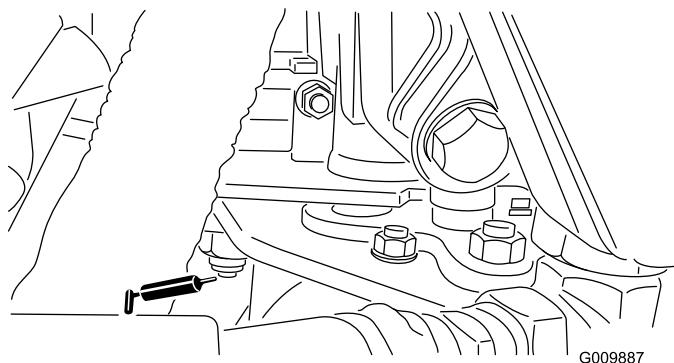

Figure 42
- Pivot de pédale de déplacement (1) (Figure 42)